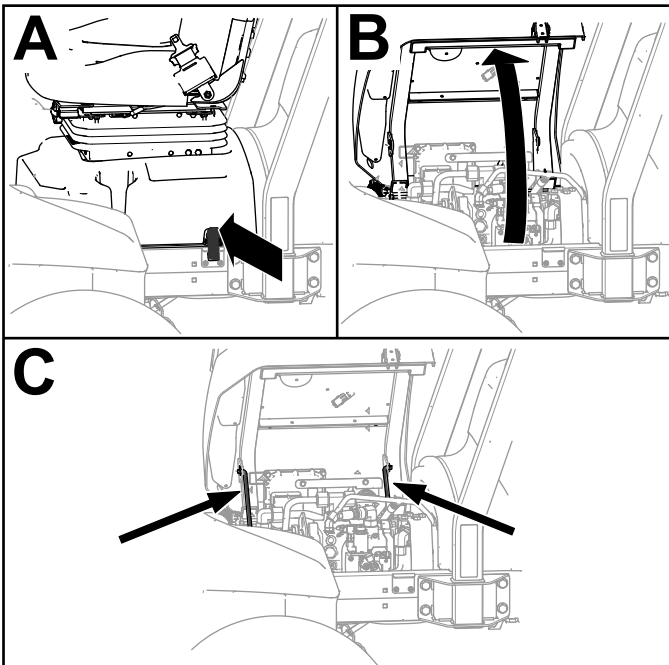

Figura 105
1. Desenganche la base del asiento (Figura 105, A).
2. Incline el asiento y la base (Figura 105, B).
3. Coloque las varillas de sujeción (Figura 105, C).